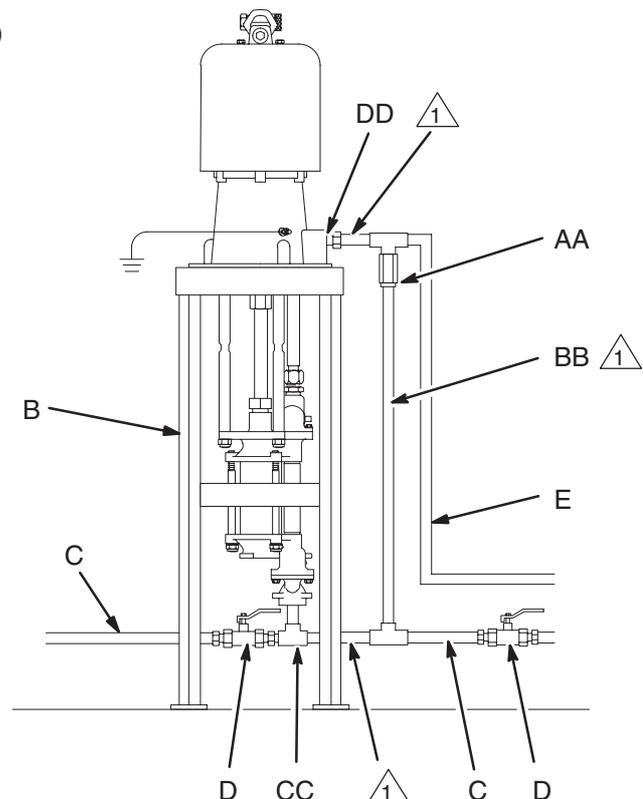

Abb. 3
In Nicht-Zirkulationssystemen mit einem verschließbaren Materialauslass (Pumpe bleibt nach dem Schließen stehen) müssen ein Materialdruckentlastungsventil (AA) und eine Rücklaufleitung (BB) installiert werden, welche das Material zurück zur Materialzufuhrleitung (C) führt. Siehe Abb. 3.